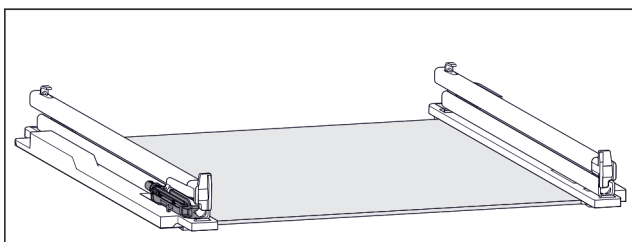

Fig. 60 Забавител
- Забавителят е закрепен на лявата релса. (виж Fig. 60) На дясната релса няма закрепен забавител.